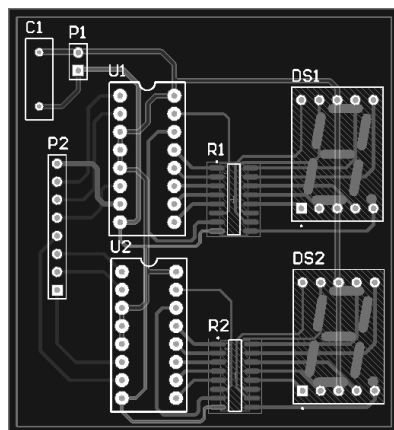

图 14-44 实践题 (4)
- (4) 完成第 4 章实践题 (2) 的手工布线。将 GND 和 VCC 网络宽度设为 30mil，其余网络宽度设为 20mil。图 14-44 为参考布线，读者完全可以设计出不同的布线结果。
- (5) 加载本实践题对应的电子资源“Chap14-实践题 (5).IntLib”集成库，然后新建“Chap14-5.PrjPcb”工程，在其中添加“Chap14-5.SchDoc”和“Chap14-5.PcbDoc”文档。在原理图文档中绘